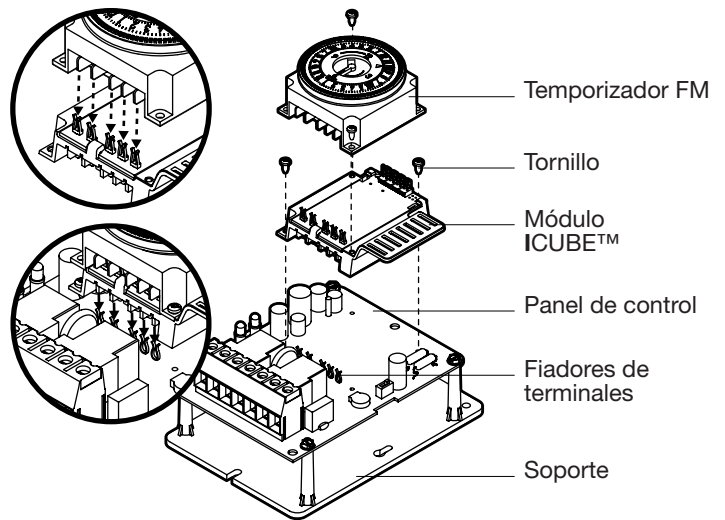

FIG. 5 Instalar el módulo ICUBE™ (se muestra en soporte)
- Orienta el módulo ICUBE™ como se muestra en la FIG. 5.
- Instale y asegure el módulo ICUBE™ al panel de control con los tornillos incluidos. Cuando lo instale, debe alinear los terminales del módulo ICUBE™ con los fiadores de terminales del panel de control. Consulte FIG. 5.
- Instale y asegure el temporizador FM en el módulo ICUBE™ con los tornillos incluidos. Debe alinear los terminales del temporizador FM con los fiadores de los terminales en el módulo ICUBE™. Consulte FIG. 5 en el recuadro.